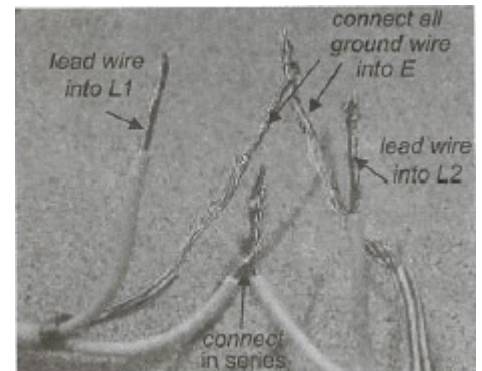

Figure 3
2. POUR JUSQU'À TROIS TAPIS OU CABLES : Brancher un fil de circuit (pas le fil de mise à la terre) d'un tapis ou câble au terminal L1. Relier un câble circuit (pas le fil de mise à la terre) d'un tapis ou câble DIFFÉRENT dans le terminal L2. Maintenant, relier les circuits restant pour que les tapis ou câbles soient en séries entre eux même. Si le branchement n'est pas fait adéquatement, le testeur de fil ne va pas contrôler les défauts correctement. Dernièrement, brancher tous les fils de mise à la terre des tapis ou câbles ensemble dans le terminal E. Voir figure 3.